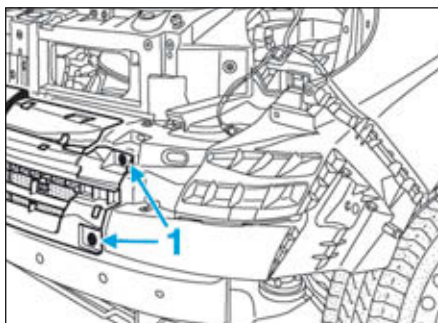
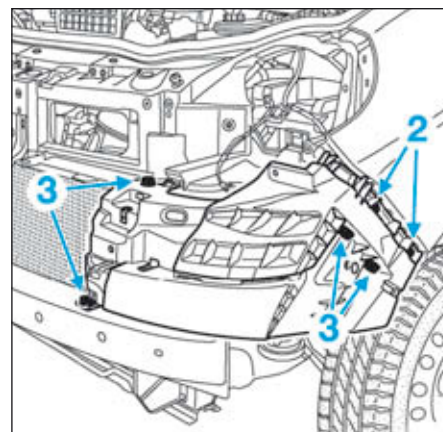

FIG.122
FIG.123
- les vis (1) de l'absorbeur de choc avant partie centrale (Fig.122),
- les rivets (2) de l'absorbeur de choc avant partie latérale (Fig.123),
- les vis (3) de l'absorbeur de choc avant partie latérale,
- les vis (3) de l'absorbeur de choc avant partie latérale (Fig.123),
- les rivets (2) de l'absorbeur de choc avant partie latérale,